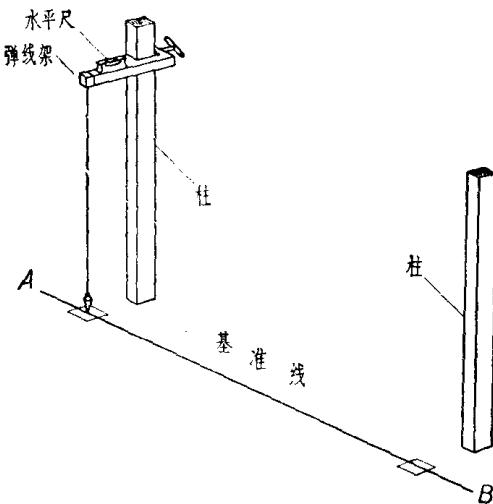

图4 基准线作法
1. 基准线：将弹线架固定在离地约 1.2 米的柱子上，并使它呈水平状态。在弹线架一端离柱子中心若干厘米处悬挂一线锤，在锤尖投影点的地面上用粉笔涂一个小面积矩形，用铅笔把锤尖的投影点标在这白色地坪上。然后在相邻柱子的同侧，用同样方法逐个定出锤尖的投影点位置。最后用墨汁分段在每相邻两点或间隔的两投影点间弹线。这样弹出的 AB 线称为基准线，如图 4 所示。